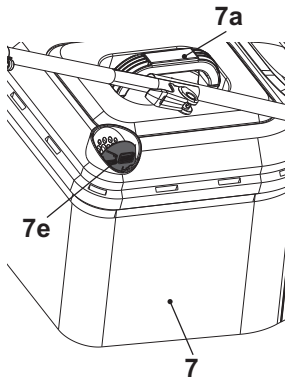

Fig. 12
1. Quando a escotilha (7e) está aberta, o coletor de relva tem volume suficiente para recolher a relva (Fig. 12).